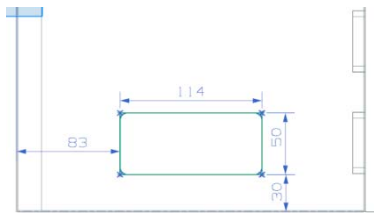

图 11-211 绘制草图
(2) 进入草图绘制环境,绘制如图11-211所示的草图。单击“完成”按钮 ,退出草图绘制环境。